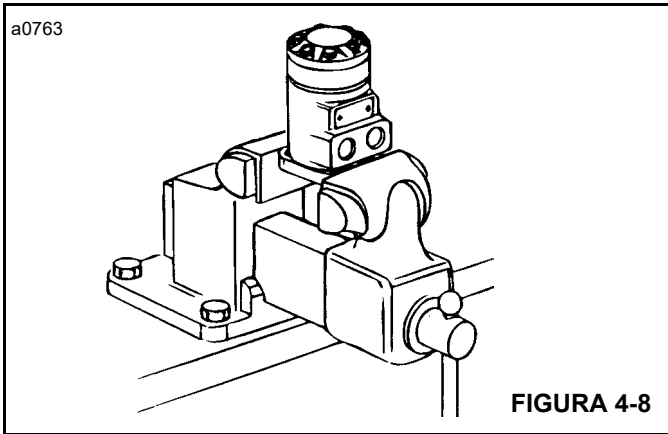

FIGURA 4-8
6. Retire la tuerca de plástico (Figura 4-8) del eje del solenoide. Deslice el solenoide para quitarlo del eje.
1. Coloque el motor en un tornillo de banco y sujete a través de los bordes de la brida (Figura 4-8) con el eje de salida orientado hacia abajo. Al sujetar, utilice dispositivos protectores en las mandíbulas, tales como mandíbulas blandas, o trozos de caucho o madera.